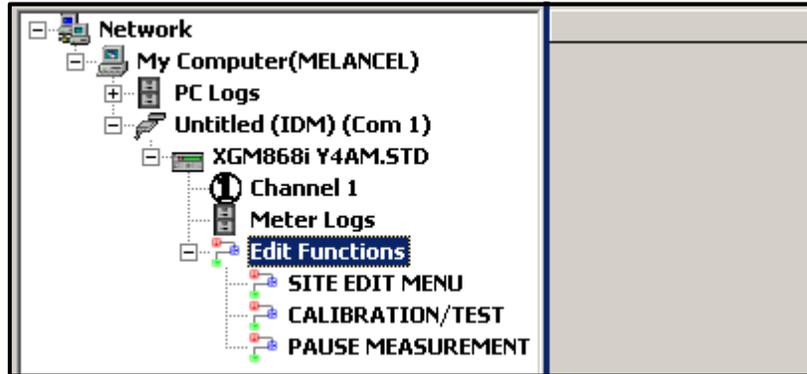

Figura 40: Menús de la opción *Editar funciones*
2. Expanda la opción *Edit Functions* (*Editar funciones*). La ventana aparece ahora similar a la mostrada en la Figura 40 en la página 87.